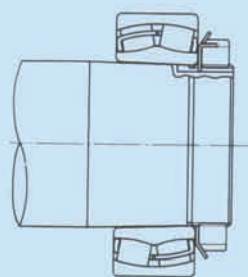
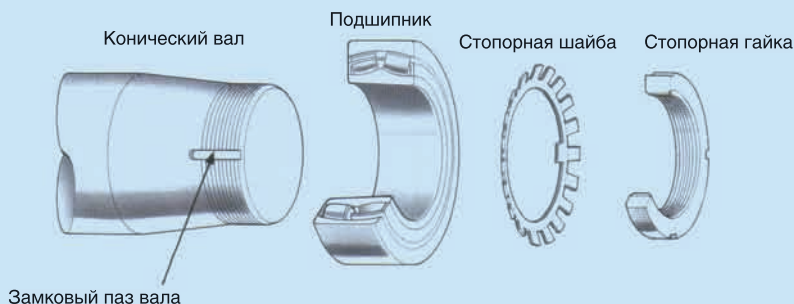

Рис. 6.21 Вид в собранном состоянии (без дистанционного кольца)
Рис. 6.22 Способ с применением стопорной гайки
- 1) Способ стопорной гайки (рис. 6.21 и рис. 6.22)
(a) В случае отсутствия дистанционного кольца (**рис. 6.21** и **рис. 6.22**):